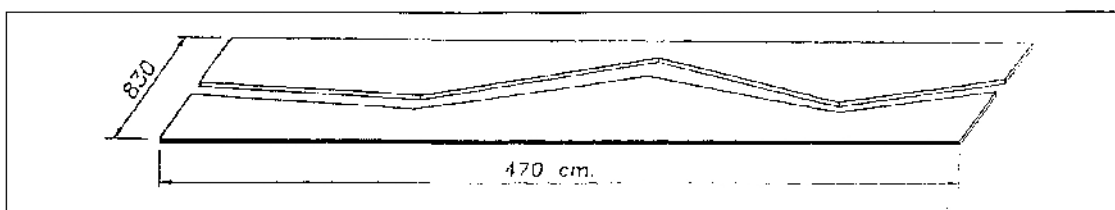

Figura 4.23 - I fase del ripiegamento
- H. Procedere quindi al ripiegamento del modulo posteriore. La prima fase del ripiegamento del modulo posteriore consiste nel realizzare un rettangolo delle dimensioni indicate in figura 4.23 cercando di distribuire il tessuto della copertura nella maniera più uniforme possibile all'interno del rettangolo indicato in figura.